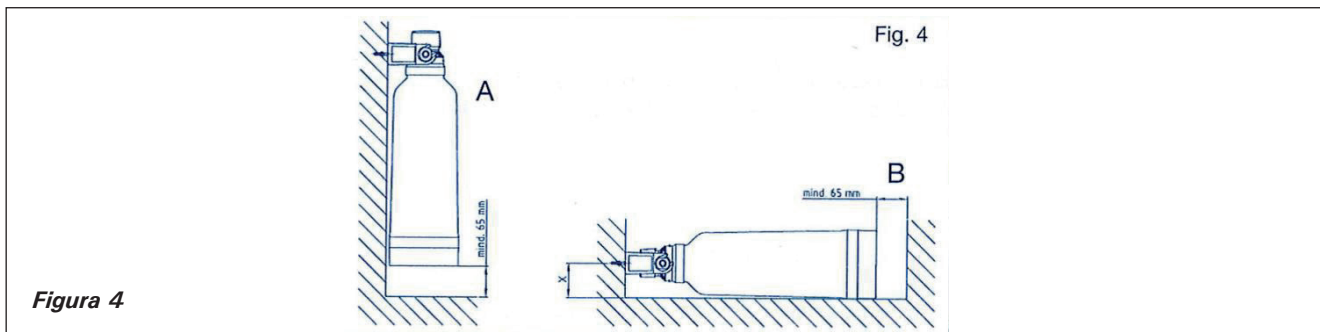

Figura 4
2. El sistema de filtrado puede utilizarse vertical u horizontalmente (consulte la Figura 4).
3. La distancia entre el cartucho del filtro y el suelo o la pared opuesta debe ser de al menos 65 mm para que haya suficiente espacio para instalar el cartucho (consulte las figura 4). Cuando el cartucho del filtro se instale horizontalmente, asegúrese de que el cartucho se ajuste bien al suelo.
2. Il sistema di filtraggio può essere utilizzato in verticale o in orizzontale (vedere la Figura 4).